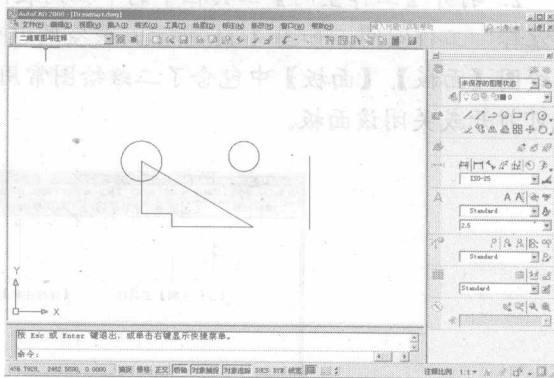

图 1-9 缩小图形
12. 单击程序窗口右边【面板】上的  按钮, 鼠标光标变成放大镜形状 , 此时按住鼠标左键向下拖动鼠标光标, 图形缩小, 如图 1-9 所示, 按 **Esc** 键或 **Enter** 键退出。